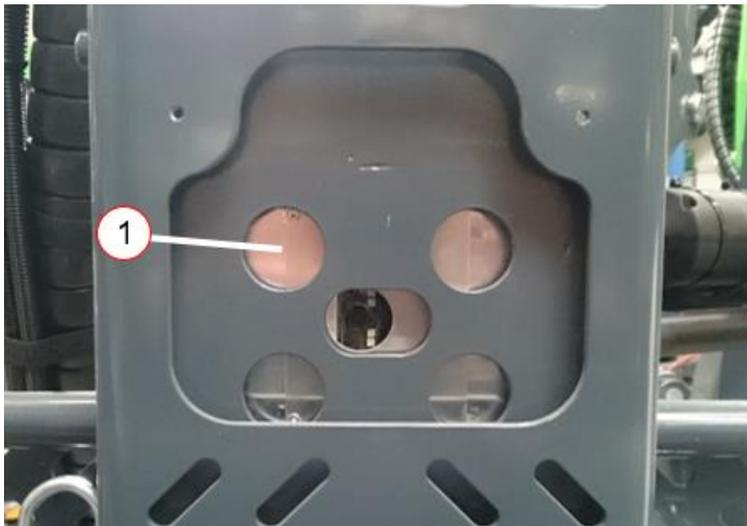

Abbildung 25: Kraftmesszelleneinheit MOBA MRW in der Plattform
Die Transportposition der Zugangsplattform wird von drei Sensoren überwacht: Dem Schwenkwinkelsensor (Abbildung 25, (1)), der aktiviert wird, wenn sich der Drehkranz in der Mittelstellung befindet; dem Sensor des oberen Auslegers (Abbildung 26, (1)), der die Position des Teleskopauslegers und den Auslegerwinkel überwacht, und mit dem Sensor des oberen Auslegers ist ein kapazitiver Sensor (2) verbunden, der den Zustand des Messdrahts des Sensors des oberen Auslegers überwacht. Darüber hinaus befindet sich ein Nivelliersensor im Anschlusskasten (siehe Kapitel 9.10.3), dessen Nivellierwinkel mit dem Winkel des Sensors des oberen Auslegers verglichen wird, um sicherzustellen, dass sich der Ausleger in der Transportposition befindet.